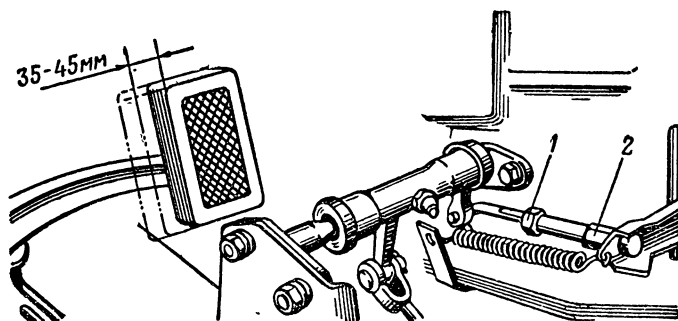

Рис. 45. Привод выключения сцепления автомобилей ГАЗ-69 и ГАЗ-69А:
1	Отпустить контргайку 1 (рис. 45) наконечника 2 толкателя вилки выключения сцепления
- 4 Затянуть контргайку 1 (рис. 45) наконечника толкателя